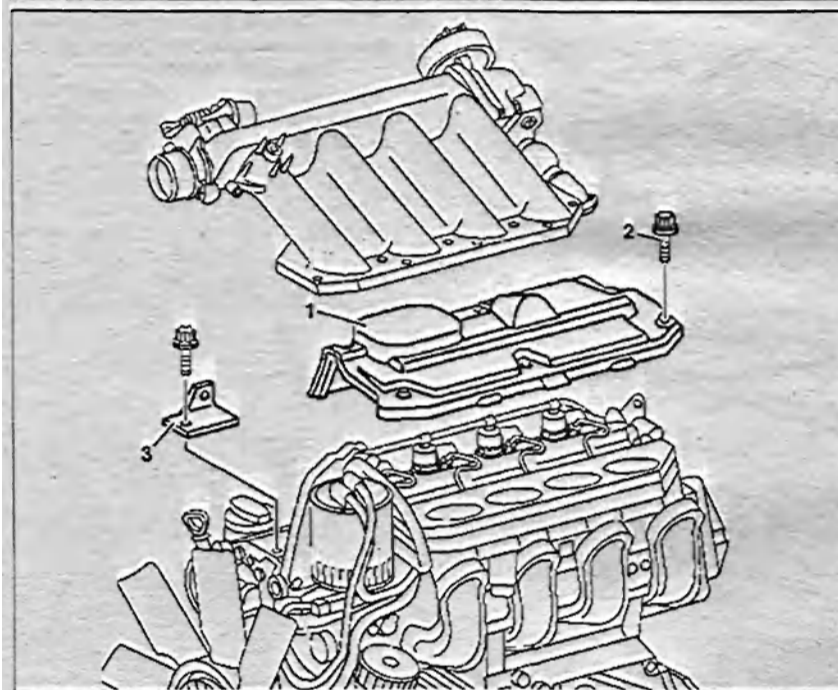

Рис. 3.3. Снятие и установка декоративной панели крышки головки блока цилиндров (показано на двигателях 611):
2. Снимите кронштейн 3 (только на двигателях 611.981/983/987) (рис. 3.3).